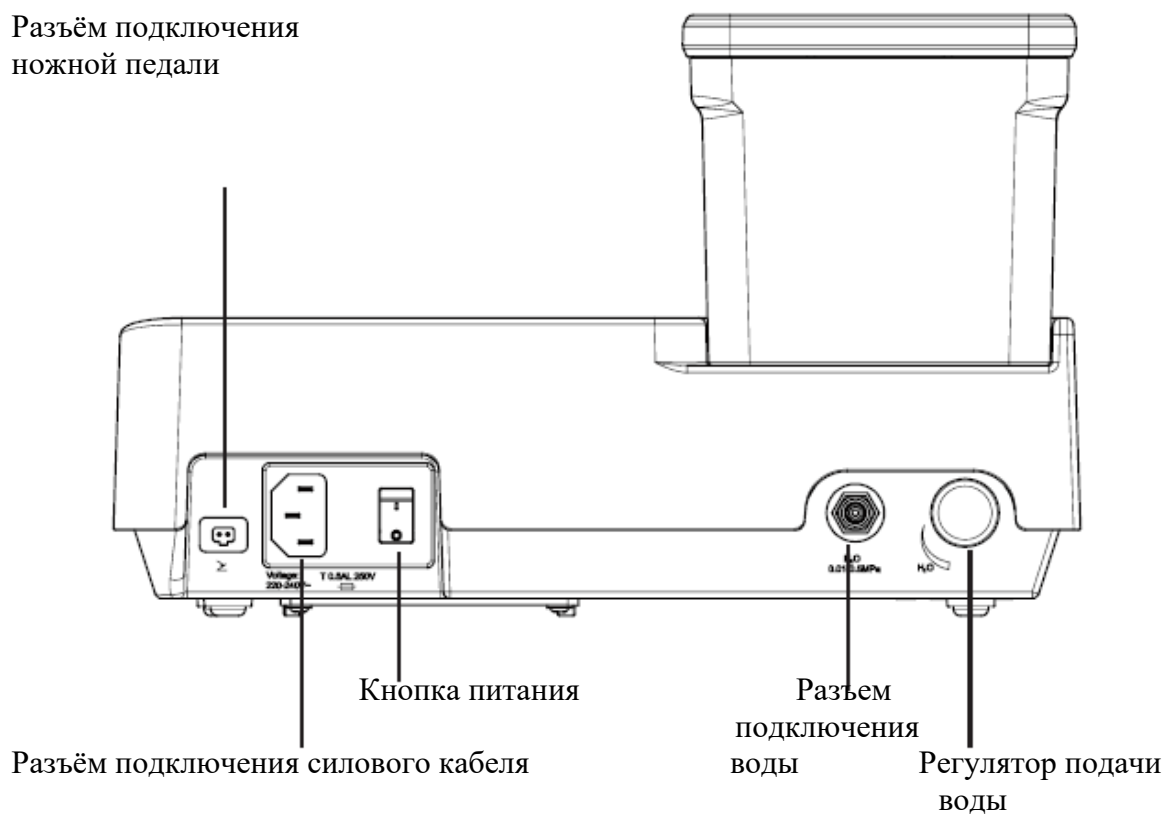

Рисунок 2
5.1.3 Вставьте штекер ножной педали в разъем подключения ножной педали на корпусе основного блока. (см. Рисунок 2)
5.1.4 Заполните емкость чистой водой или соедините один конец трубки для воды с разъемом подключения воды, а другой – с емкостью с чистой водой (см. Рисунок 2)